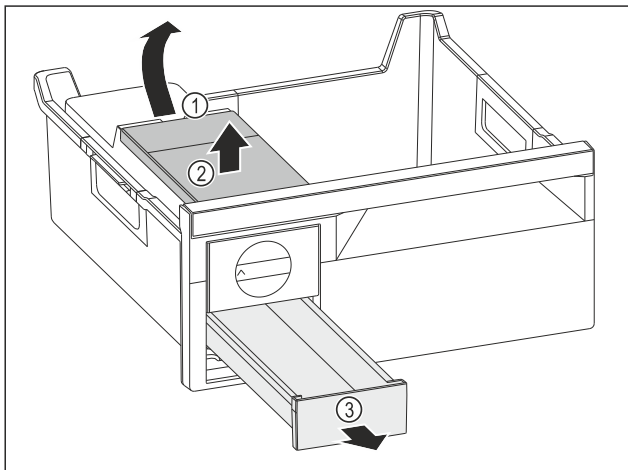

Fig. 81
- ▶ Sacar el depósito de agua: Subir el depósito de agua por la entalladura Fig. 81 (1).
- ▶ Extraer el depósito de agua Fig. 81 (2) por arriba.
- ▶ Extraer el cajón para cubitos de hielo Fig. 81 (3) por delante.